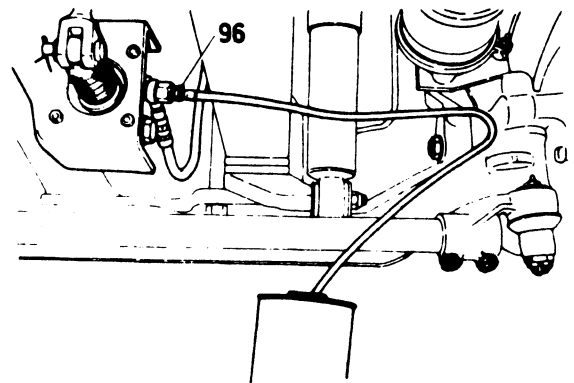

Fig. 7
2. Neem een reservoir en vul dat gedeeltelijk met de juiste remvloeistof. Neem een doorzichtige plastic slang. Steek het ene einde daarvan over de ontluuchtingsnippel (96) en dompel het andere einde in de remvloeistof, die zich in het reservoir bevindt (fig. 7).